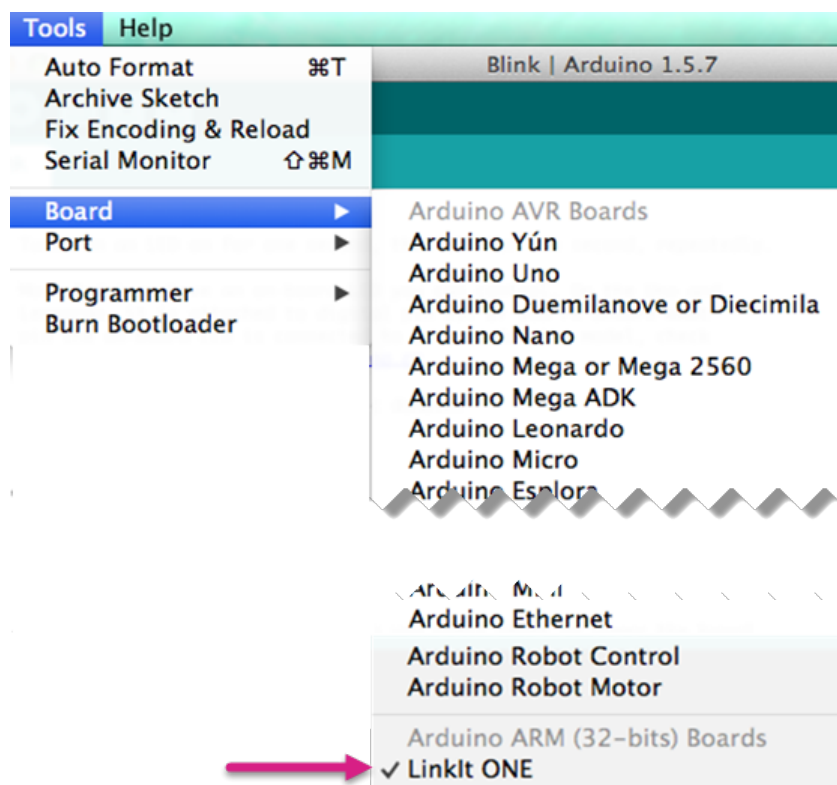

图 13 Mac OS X 的 LinkIt ONE 开发板配置菜单选择
- 5) 在 Arduino 软件 Tools 菜单指向 Board 并电击 LinkIt ONE,如图 13。